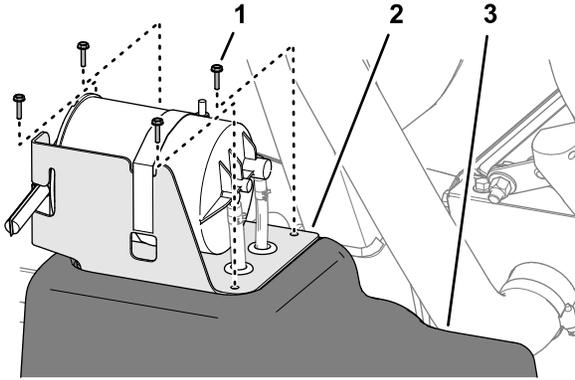

图 83
2. 在油箱处卸下将碳罐支架固定至油箱顶部的 4 个螺丝 (#10 x 3/4 英寸 图 83)。